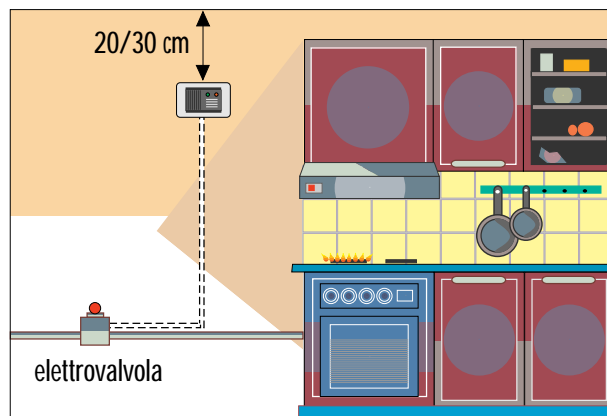

Fig.1
- Gas Stop Metano, adatto al rivelamento di gas leggeri (metano, gas di città), a 20-30 cm max dal soffitto (Fig. 1);